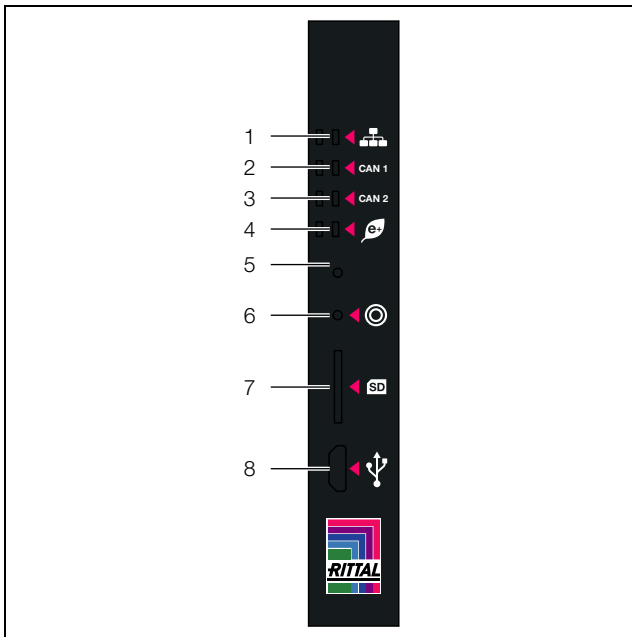

Abb. 8: Frontseite des IoT Interface
1. Durch kurzes Drücken des entsprechenden Tasters (Abb. 8, Pos. 6) am IoT Interface (Kreissymbol). Dies bestätigt alle Alarmmeldungen gleichzeitig.